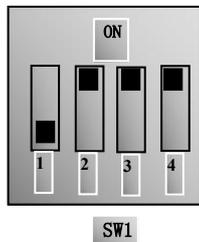
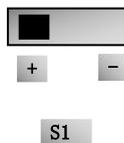
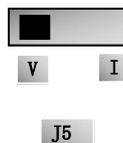

图 5-11
图 5-12
图 5-13
- (7) 对于 E3000 系列变频器控制端子排附近有一个四位黑色拨码开关 SW1，如图 5-11 所示。拨码开关选择模拟量输入端子 A11、A12 输入范围（0~5V/0~10V/0~20mA）；通过 F203 选择输入通道，通过 F438、F439 设置输入信号类型为电压信号还是电流信号。出厂时拨码开关的位置如图 5-12，即 A11 为 0~10V 输入，A12 为 0~20mA 输入；其它拨码开关的位置与调速方式详见下表 5-2。
- (8) E3000 控制板端子附近有一拨动开关 S1，如图 5-12，S1 选择 A11 通道的电压输入范围，拨到“+”端，A11 的输入范围是 0~10V，拨到“-”端，A11 的输入范围是-10~10V，具体拨码开关的对应位置，其他拨码开关的位置方式详见下表 5-2。
- (9) 闭合 DI3 开关，电机开始正向运转；
- (10) 在运行中，可调节设定电位器，修改变频器当前设定频率；
- (11) 在运行中，断开 DI3 开关，再闭合 DI4 开关，电机运行方向改变；
- (12) 断开 DI3 开关和 DI4 开关，电机减速，直到停止运行；
- (13) 断开空气开关，变频器断电。
- (14) E3000 有两路模拟量输出端子 A01、A02，A02 端子只可以输出电流信号；A01 端子既可以输出电压信号也可以输出电流信号，电压电流输出选择开关是 J5，见图 5-13，A01 输出关系如表 5-3。